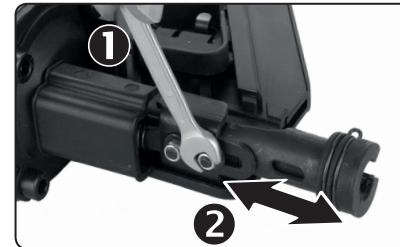

Abb. 13, Setztiefeeneinstellung bei NF2
- ➔ Für das Modell NF2 müssen beide Muttern gelöst sein, um die Tiefe gemäß Abb. 13 einzustellen.